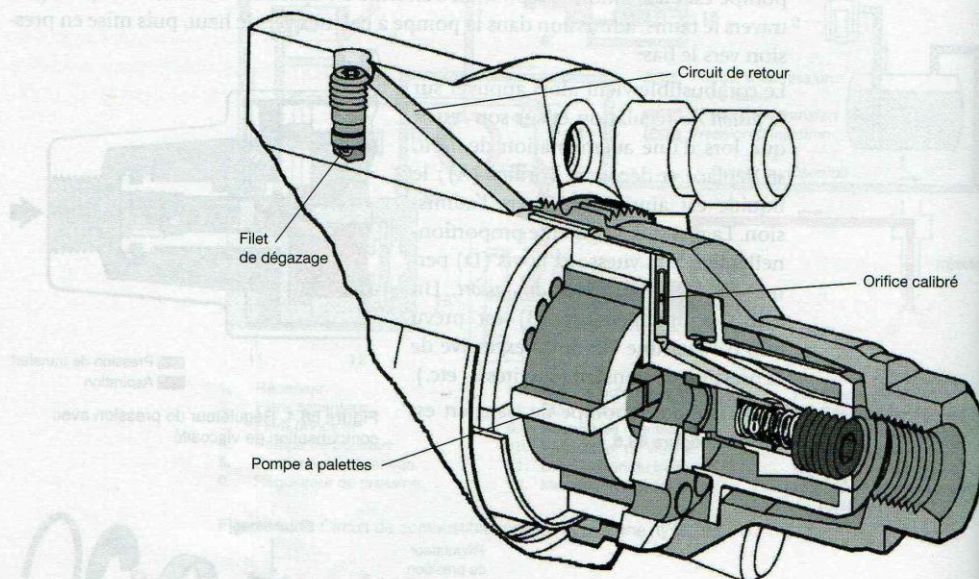

Figure 68.6. Compensation de la viscosité sur nouvelle pompe « Target » (Doc. Stanadyne)
- un gicleur calibré est incorporé dans le circuit de retour de fuites dans le *carter* (pompes « TARGET ») (**fig. 68.6**).